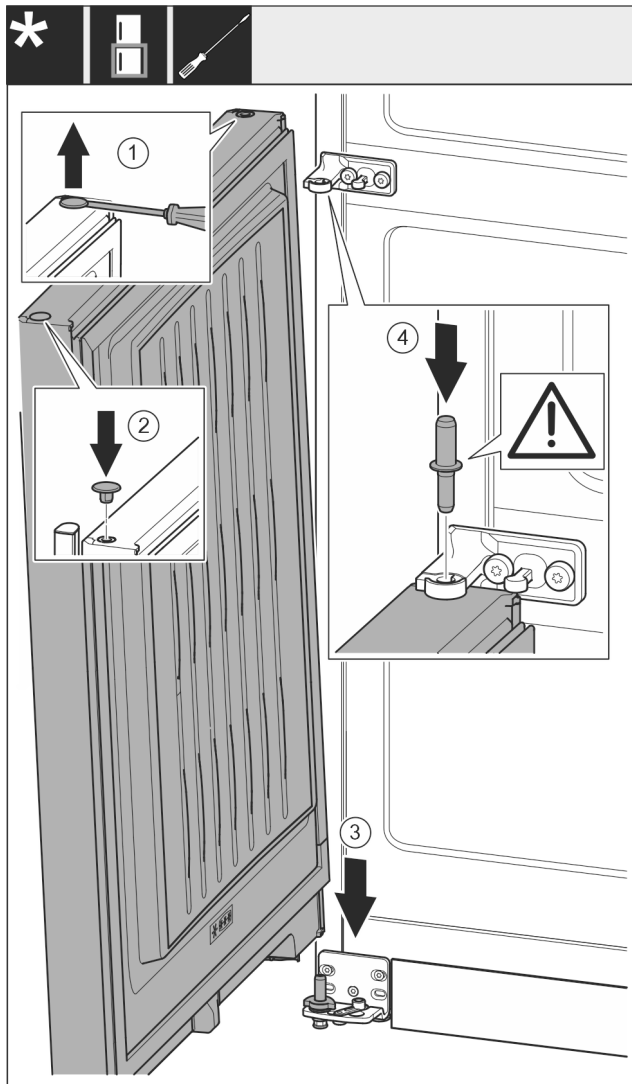

Fig. 56
- Stopfen Fig. 56 (1) vorsichtig mit einem Schlitzschraubendreher anheben und herausziehen.
- Stopfen Fig. 56 (2) auf der anderen Türseite wieder einsetzen.
- Tür Fig. 56 (3) von oben auf den unteren Lagerbolzen aufsetzen.
- Lagerbolzen Mitte Fig. 56 (4) durch Lagerbock Mitte in die untere Tür einsetzen. Dabei darauf achten, dass der Rastnocken nach hinten zeigt.